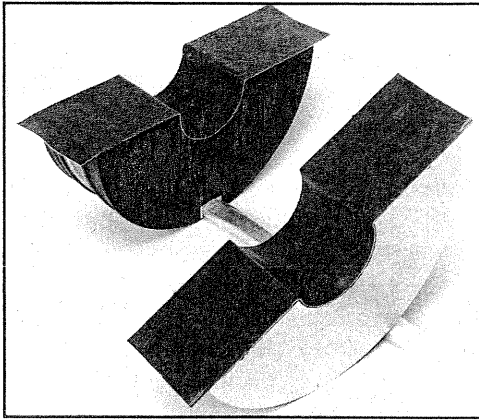

**FIGURA 10 - APLICACION DEL PEGAMENTO "C" EN LA SUPERFICIE DEL DISCO LATERAL**
**7.09** Aplique una capa fina de pegamento "C" en las superficies interiores del disco lateral tal como se demuestra en la Figura 10. Use el material protector que se haya quitado de la cinta LOCK-TAPE para secar el pegamento "C". (Figura 11)